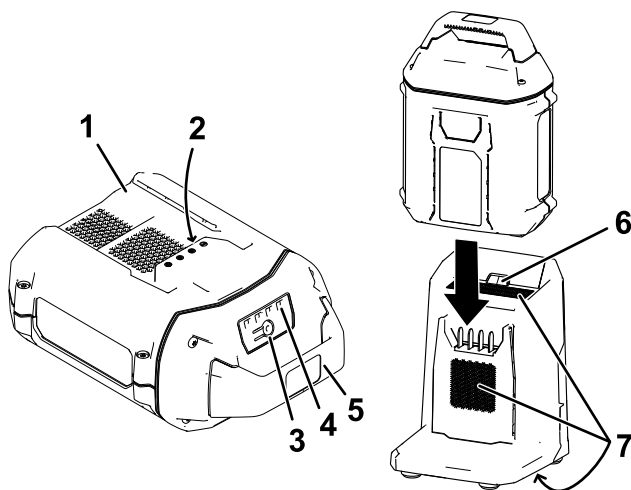

Figure 12
2. Placez le creux de la batterie (Figure 12) devant la languette du chargeur.
3. Glissez la batterie dans le chargeur jusqu'à ce qu'elle soit complètement enclenchée (Figure 12).